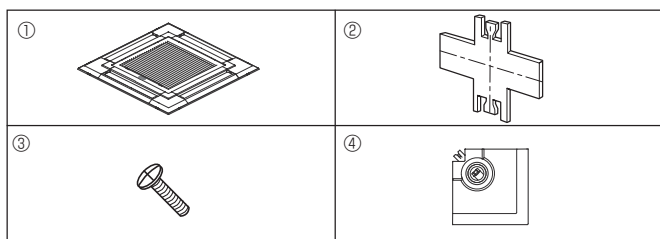

Fig. 6-1
6.1. Vérification du contenu (Fig. 6-1)